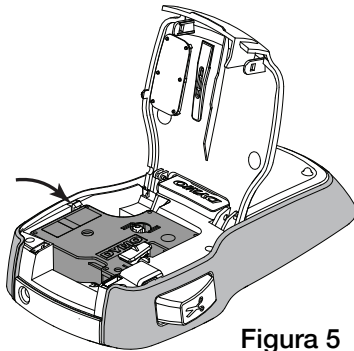

Figura 5
- 3 Introduzca el cassette y presione firmemente hasta que se acople en su sitio. Ver Figura 5.